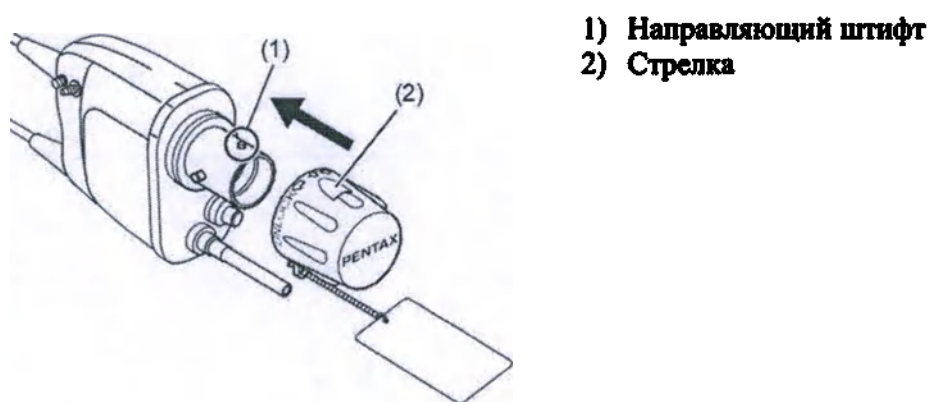

Рис. 1.23
- 1) Совместите направляющий штифт на электрических контактах со стрелкой на колпачке для погружения PVE-коннектора (OE-C9). См. рис. 1.23